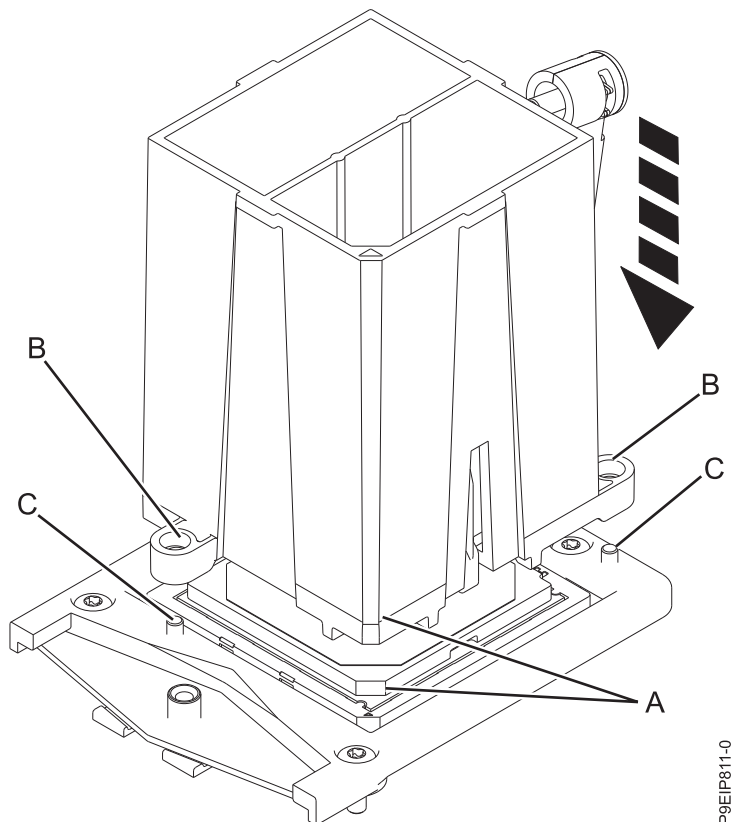

Figure 86. Abaissement de l'outil de retrait sur le module de processeur système
8. Alignez l'outil avec l'angle biseauté (**A**) du module de processeur système, comme illustré dans la figure 86. Abaissez l'outil sur le module de processeur système en vérifiant bien que les deux broches de guidage (**C**) s'insèrent dans les trous d'alignement (**B**) de chaque côté de l'outil.